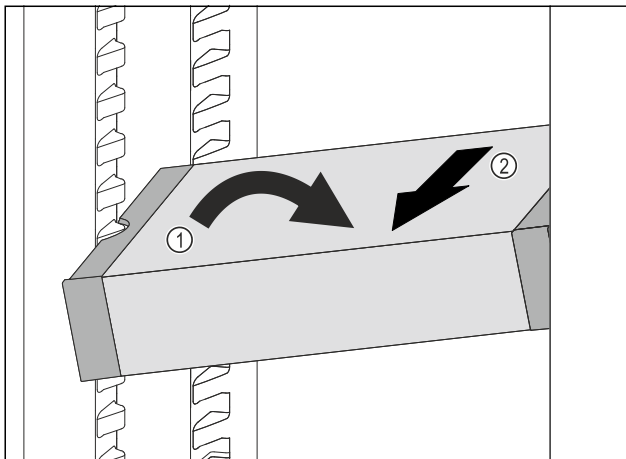

Fig. 122
- ▶ Ukosite ladicu VarioSafe u hladnjaku. Fig. 122 (1)
- ▶ Izvadite ladicu VarioSafe prema naprijed. Fig. 122 (2)